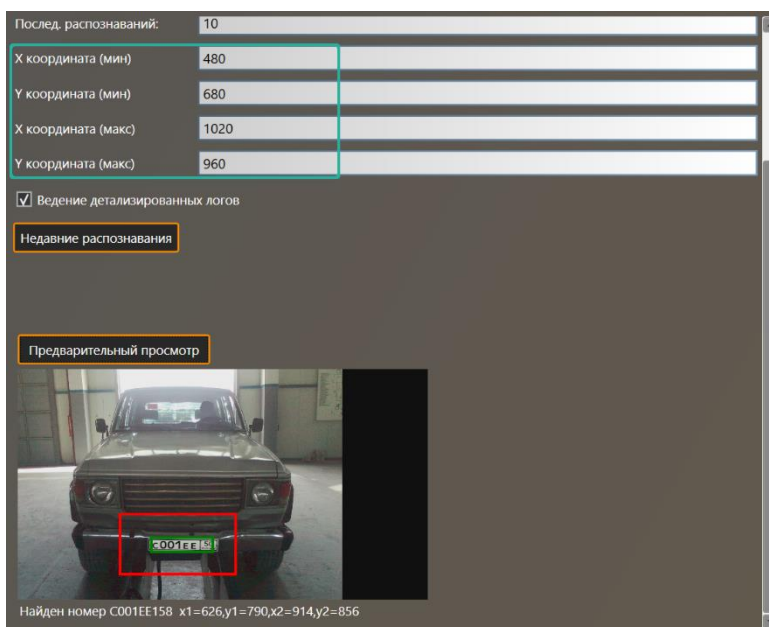

Рисунок 3.8 – Пример задания области распознавания
4) Используя полученные значения координат, задайте желаемую область распознавания. Имейте ввиду, что расположение таблички с регистрационным номером может изменяться в зависимости от модели автомобиля и его размера. Пример значения координат для задания области распознавания представлен на рисунке Рисунок 3.8.